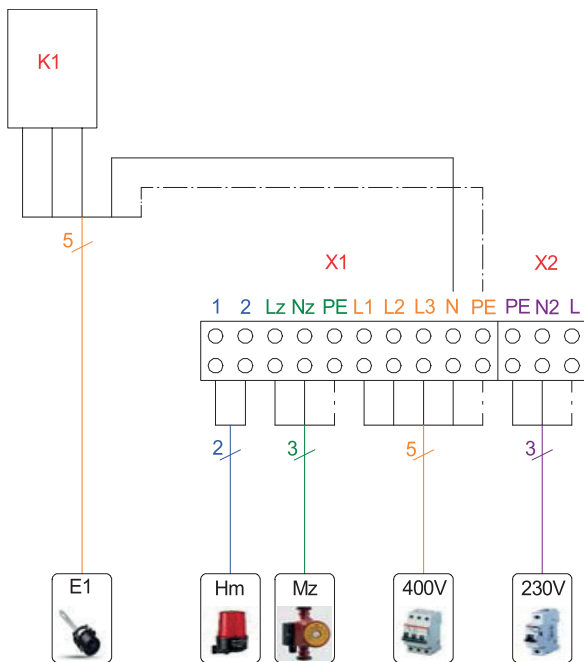

Abb. 4.11: Anschlussplan / Klemmenbelegung DFM 1988-1
- 3) 5-adrige Versorgungsleitung von der Elektronikeinheit des DFM 1988-1 zum Einschraubheizkörper CEHK 60. Das vorkonfektionierte Anschlusskabel - Länge 1,2 m (3L/N/PE, ~400 V, 50 Hz) muss durch die mitgelieferte Verschraubung in den Einschraubheizkörper eingeführt und mittels der eingebauten Zugentlastungsvorrichtung gegen Herausziehen und Verdrehen gesichert werden. Das mit drei Flachsteckhülsen und zwei Aderendhülsen versehene Kabelende ist für den Anschluss am Relais K1 bzw. an der Klemmleiste X1 vorgesehen (siehe Abb. 4.11 auf S. 10). Das Kabelende mit den fünf Aderendhülsen ist an den Klemmen des Heizstabes anzuschließen. Nähere Angaben zum elektrischen Anschluss des Heizstabes siehe Montage- und Gebrauchsanweisung CEHK 60.